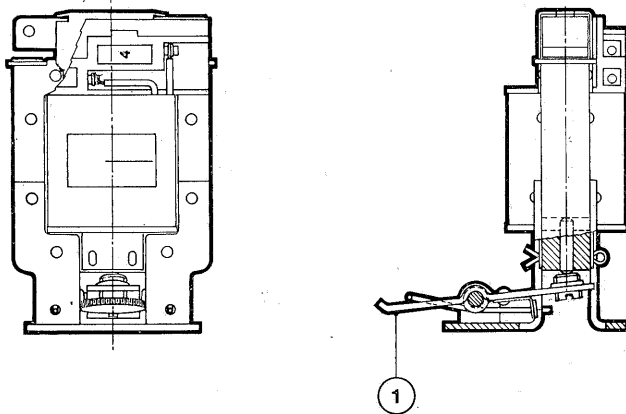

Fig. 17
9.2.2. MTS che non permette alcuna chiusura transitoria dei contatti all'atto della chiusura dell'interruttore a sganciatore diseccitato (solo per c.a.) (fig. 17)